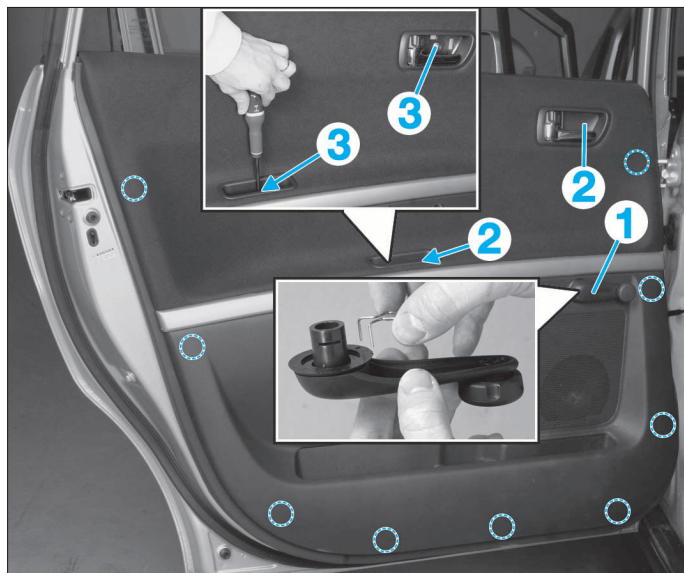

FIG. 42
- Selon montage, déposer la manivelle (1) de lève-vitre ou déclipper l'interrupteur de lève-vitre et débrancher le connecteur (fig. 42).
- Déposer les caches (2).
- Déposer les vis (3).